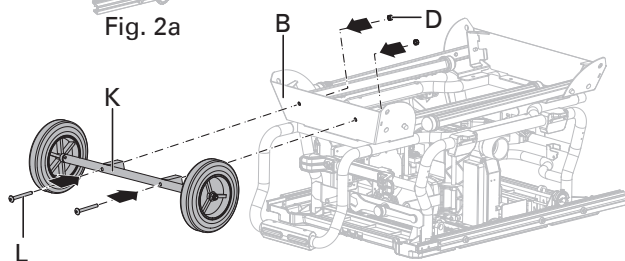

Fig. 2d
- Coloque el conjunto de la rueda (K) en el conjunto del soporte (B) con dos tornillos de cabeza plana redonda M8 x 100 (L) y dos tuercas de bloqueo M8 (D) (Fig. 2d).